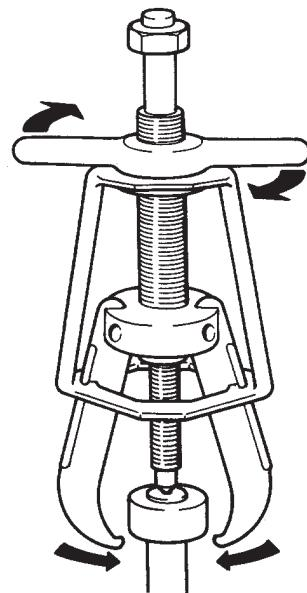

Abbildung 3
5. Den Knebelgriff nach rechts drehen, um die Klemmbacken fest auf der Komponente anzuspannen. (Siehe Abbildung 3.)
4. Die Abziehvorrichtung über der abzuziehenden Komponente plazieren. (Siehe Abbildung 3.) Wenn nur der Innenlagerlaufring auf der Welle verbleibt, die Welle zunächst mit einem Schmiergelleinen reinigen und dann die Klemmbacken in der Kugelrille anbringen.